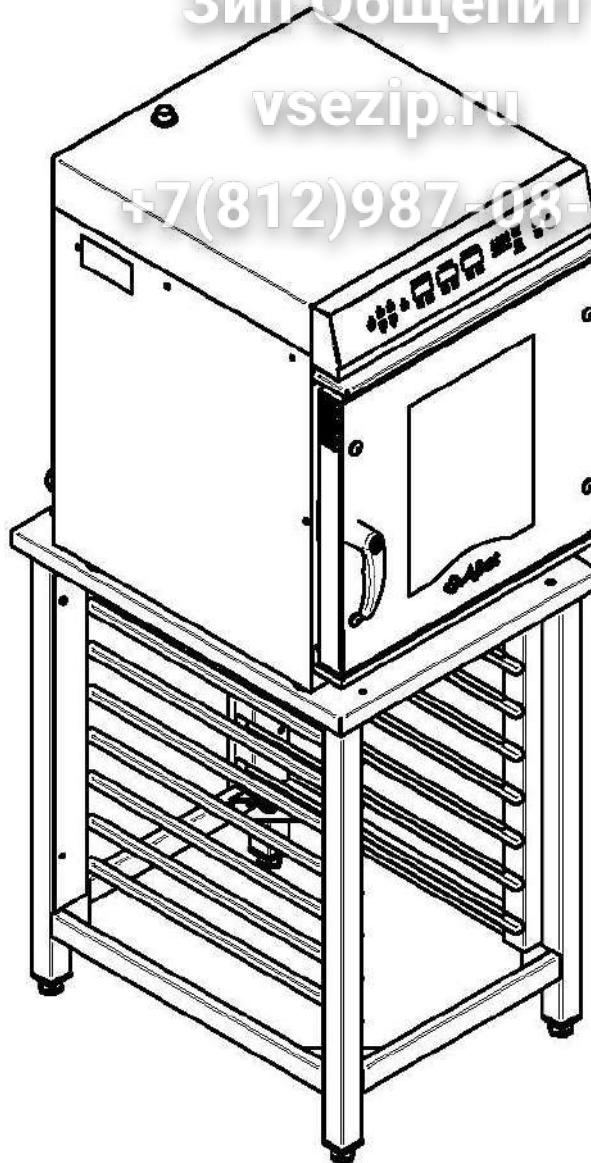

Рис.5. Пароконвектомат установленный на подставку ПК-8-02.
- установите пароконвектомат на стол или подставку (см. рис.5) ПК-8-02 ( завод изготовитель АО «Чувашторгтехника» г. Чебоксары, код для заказа 110000009828);